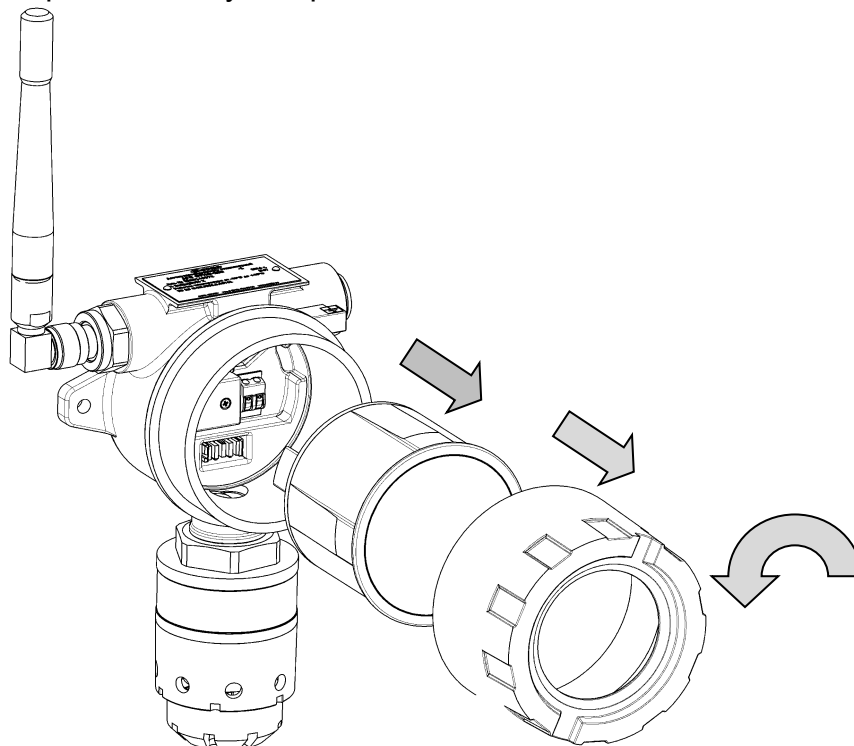

Рисунок 16 – Схема разбора ДГС ЭРИС-210
- а) Открутить стопорный винт в крышке газоанализатора (рис.16).